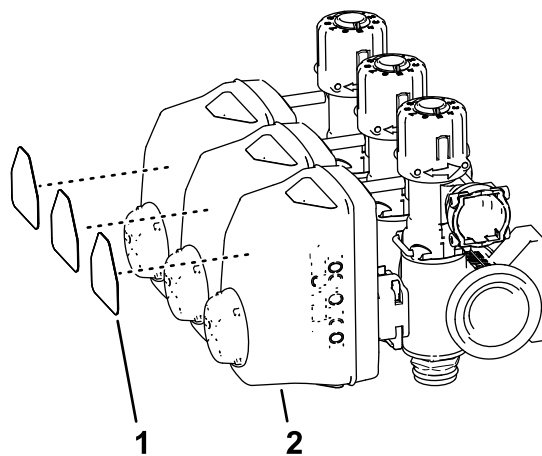

Figure 68
5. Retirez les autocollants sur les actionneurs des 3 vannes de section (Figure 68).